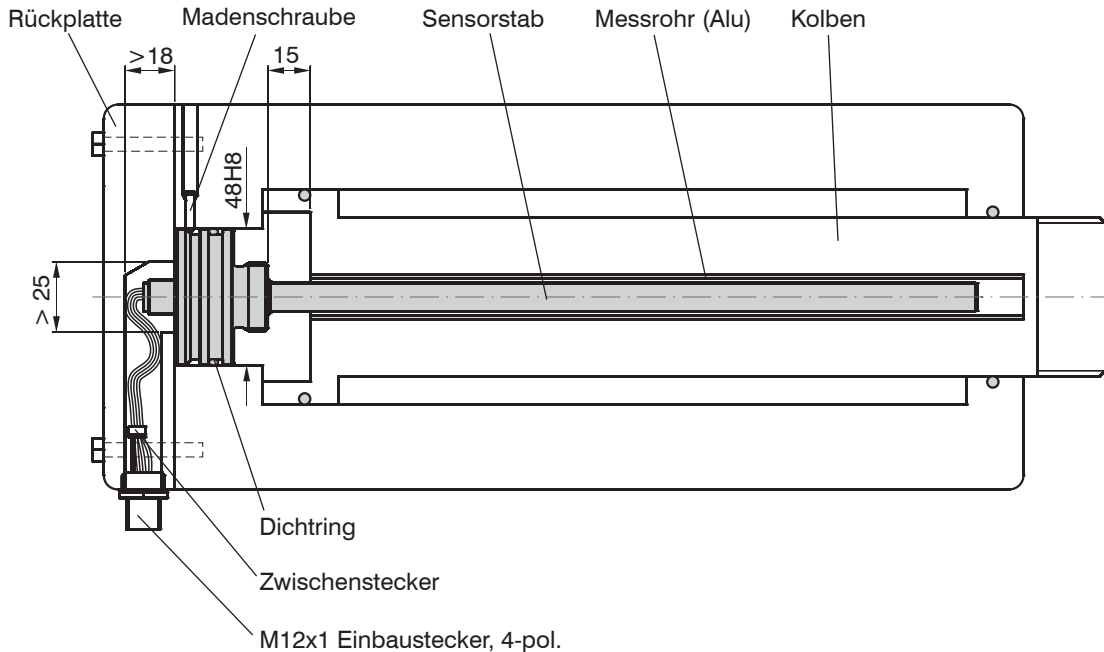

Abb. 15 Sensoreinbau in einen Hydraulikzylinder, Baureihe EDS- ... -Z
- ➔ Montieren Sie den Sensor so, dass er von der Rückplatte gehalten wird und fixieren Sie ihn dann mit einer Madenschraube, siehe Abb. 15.
- ➔ Führen Sie die Anschlusslitzen des Sensors im Kabelschacht nach außen und verbinden Sie sie mit dem Einbaustecker, siehe Abb. 15.